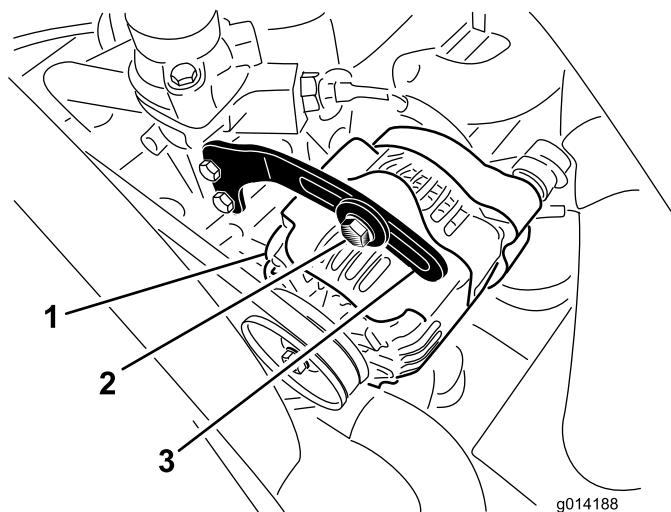

Figure 57
2. Contrôlez la tension de la courroie d'alternateur (Figure 57) en exerçant une force de 10 kg à mi-distance entre les poulies d'alternateur et de vilebrequin.
3. Desserrez le boulon qui fixe le renfort à l'alternateur (Figure 57), et le boulon de pivot d'alternateur.